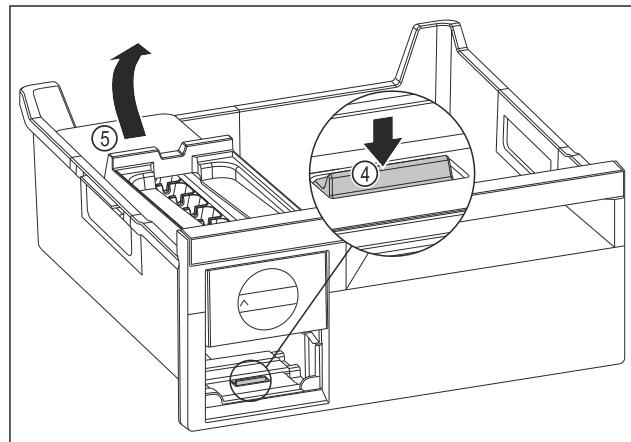

Fig. 112
- Извлеките корпус EasyTwist-Ice: Надавите пальцем вниз на накладку Fig. 112 (4) и одновременно другой рукой поднимите корпус EasyTwist-Ice Fig. 112 (5) сзади.